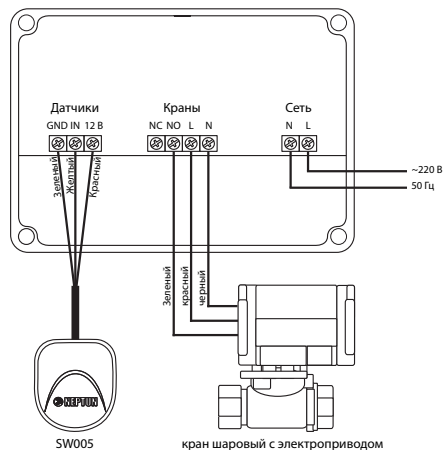

Рис. 2 Схема подключения кранов шаровых с электроприводом серии НС 220 В к модулю управления Neptun Base
К модулю управления Neptun Base подвести фазу и ноль согласно схеме подключения (рис. 2, 3, 4).
2. Выполните соединение проводов в соответствии со схемой подключения, в зависимости от того, какие краны с электроприводом вы используете (рис. 2, 3 или 4);